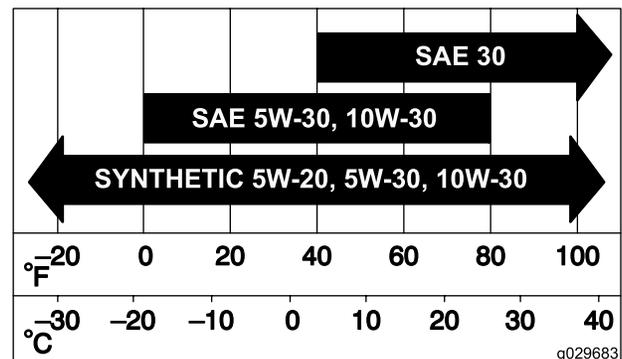

Figura 73
3. Abra los cierres del limpiador de aire y tire de la tapa de la entrada de aire para separarla del cuerpo del limpiador de aire (Figura 73).
5. Extraiga con cuidado el filtro del cuerpo del limpiador de aire (Figura 73).
2. Introduzca el filtro con cuidado en la carcasa del limpiador de aire (Figura 73).
3. Instale la tapa del limpiador de aire y fije los cierres (Figura 73).